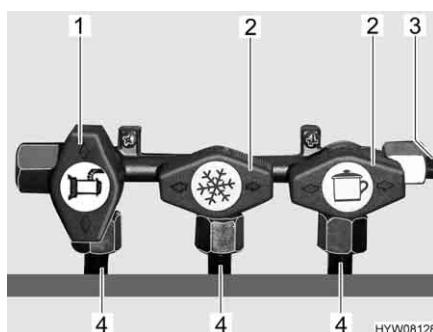

Fig. 59 Posizione dei rubinetti di arresto del gas (esempio)
- Posizionare il rubinetto di arresto del gas dell'apparecchio a gas corrispondente parallelamente (Fig. 59,1) alla tubatura (Fig. 59,4) che alimenta l'apparecchio a gas.
- Posizionare il rubinetto di arresto del gas dell'apparecchio a gas corrispondente trasversalmente (Fig. 59,2) alla tubatura (Fig. 59,4) che alimenta l'apparecchio a gas.